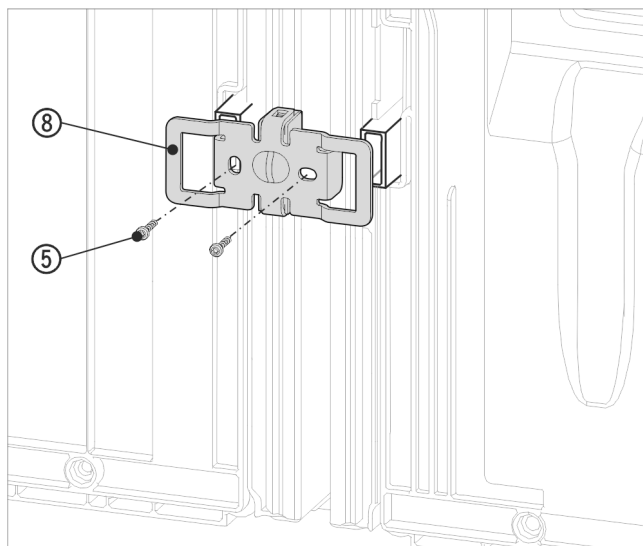

Fig. 18 Zobrazení příkladu
- Úhelník Fig. 18 (8) znovu zasuňte vybráním přes úchyt pro vymezení odstupu od stěny.
- Přišroubujte pomocí 2 šroubů Fig. 18 (5).